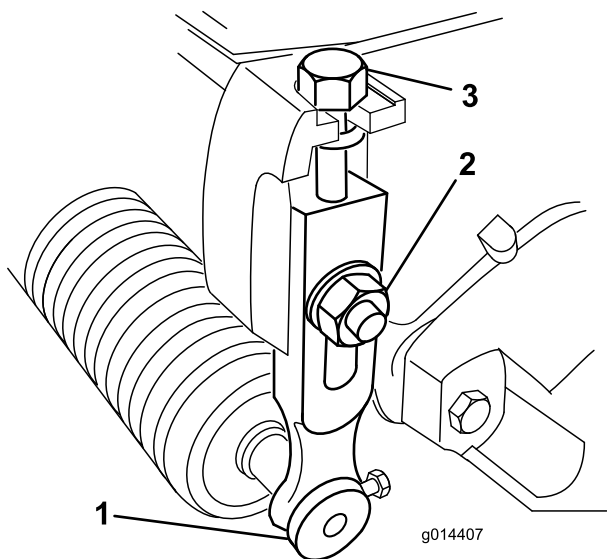

图9
- 松开将剪草高度臂固定到滚刀组侧板上的锁紧螺母 (图9)。